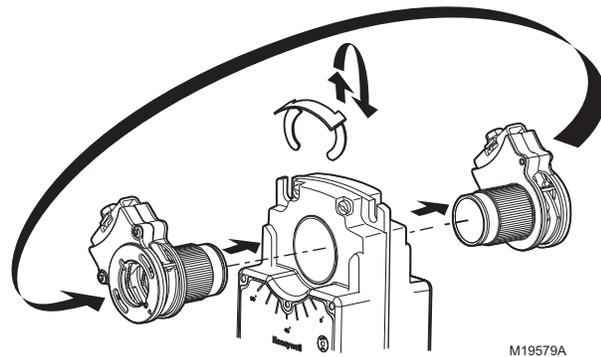

Fig. 21. Colocación del acoplador del eje al actuador en el lado opuesto.
- (1) reubique el interruptor de accionamiento directo/invertido, o
- (2) vuelva a colocar el actuador sobre el soporte.
- d. Desplace el acoplador del actuador al lado opuesto del actuador, tal como se muestra en la Fig. 21.
- (1) Quite el sujetador de retención del acoplador del eje y déjelo a un lado para usarlo más adelante.
- (2) Quite el acoplador del eje que se encuentra en un lado del actuador.
- (3) Reemplace el acoplador del eje en el lado opuesto del actuador, y alinéelo según la etiqueta de desplazamiento.
- (4) Reubique el sujetador de retención en el acoplador del eje usando la ranura del acoplador.